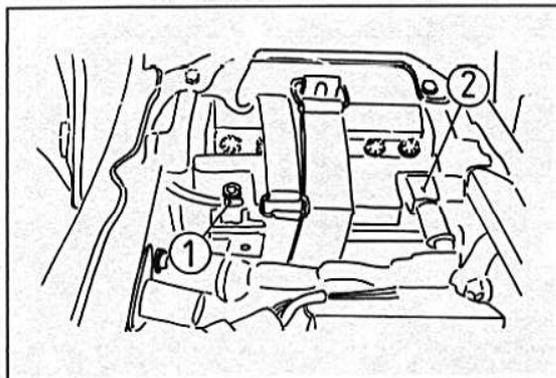

Bild 214
- Die Steckverbinder beim Lenkkopf trennen (Bild 214).